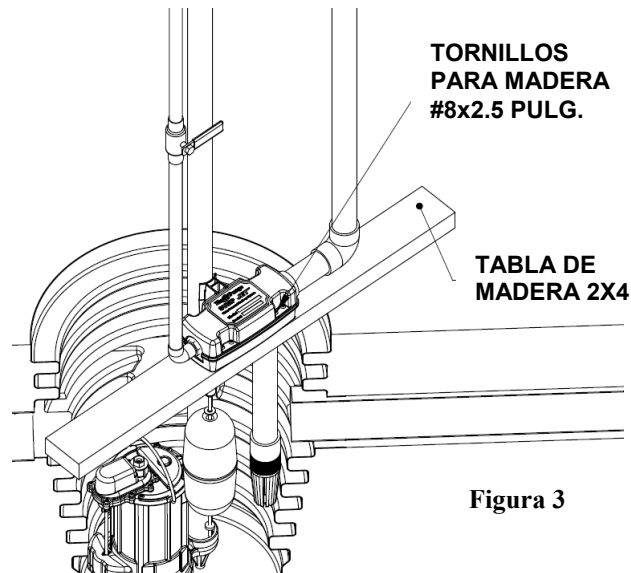
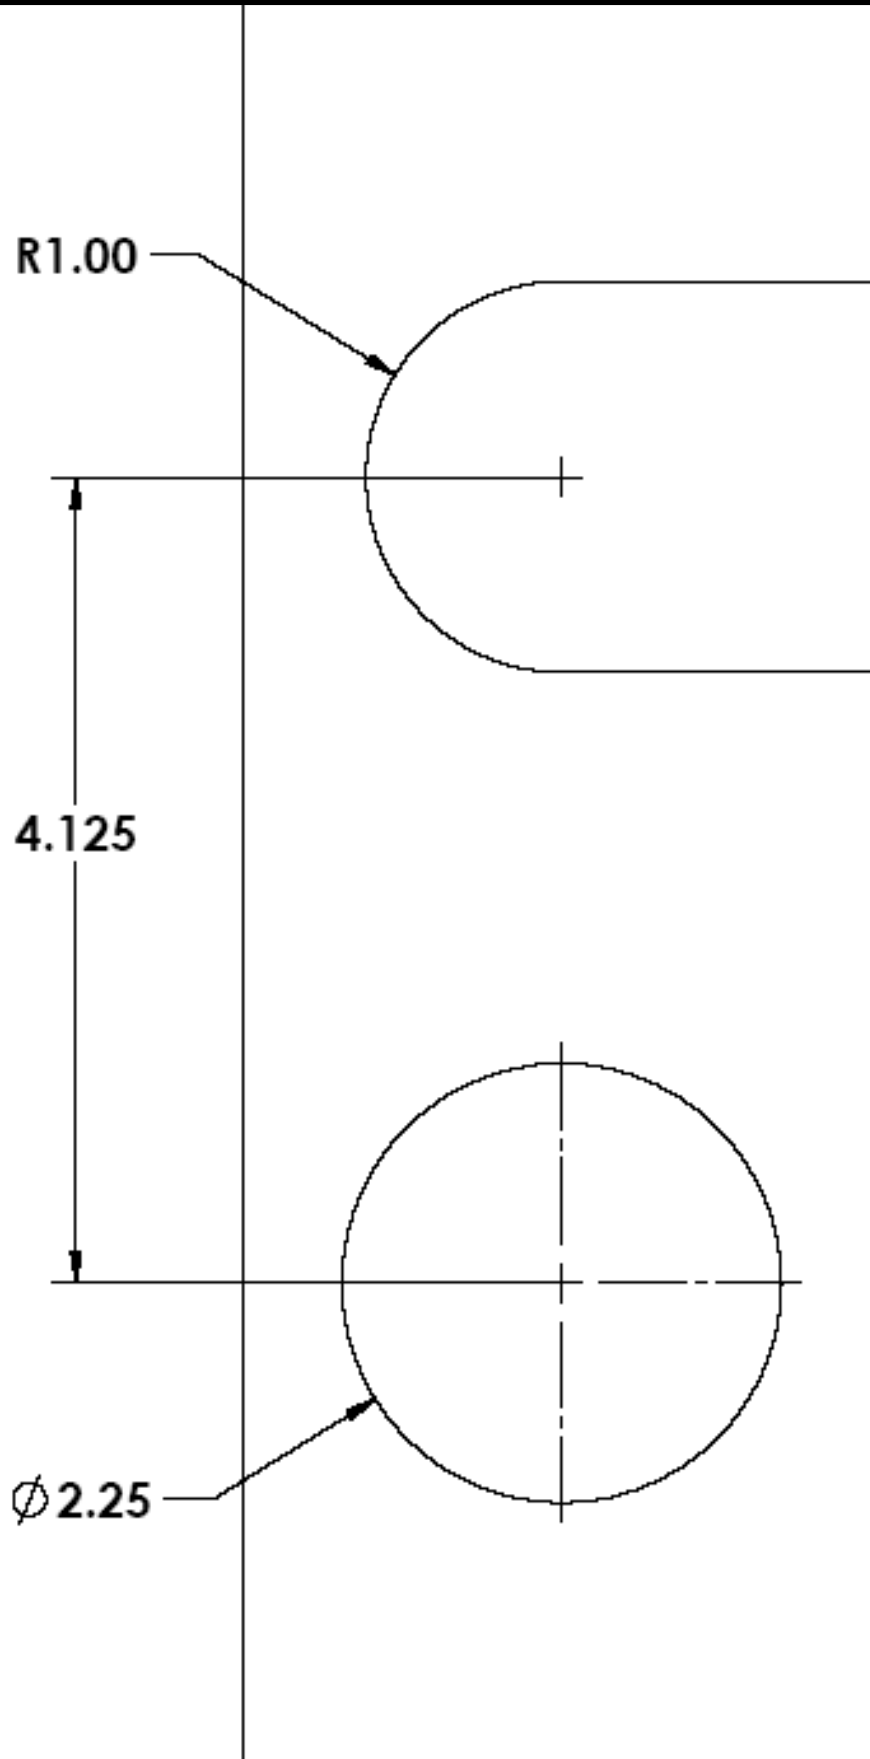

Figura 3
Figura 4
**3-16** Si desea volver a instalar la cubierta del sumidero, tendrá que abrir más orificios y ranuras para dejar pasar la tubería de succión y la barra del flotador de la **SumpJet**®. Consulte el modelo de la figura 4 al final de este manual.
**3-17** Si tiene problemas para instalar la **SumpJet**® a la tubería de desagüe de la bomba, puede hacerlo en un trozo de madera. Corte los agujeros que se indican en la figura 4. Hay 4 agujeros para tornillos que servirán para sujetar la **SumpJet**® a la madera. Use tornillos para madera #8x2.5 pulg. Consulte la figura 3.